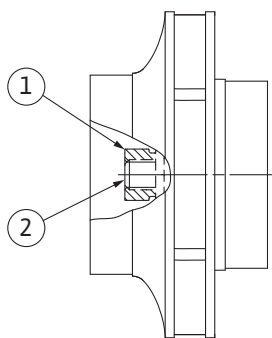

Fig. 107: Poziția corectă a piuliței rotorului după instalare
8. Țineți ferm arborele cu cheia fixă (deschidere 22 mm) și strângeți piulița rotorului la cuplul de strângere specificat (a se vedea tabelul „Cupluri de strângere” [► 27]). Piulița (Fig. 107, Poz. 1) trebuie să fie aliniată aproximativ $\pm 0,5$ mm cu capătul de arbore (Fig. 107, Poz. 2). Dacă nu este astfel, desfaceți piulița și repetați pașii 4 ... 8.